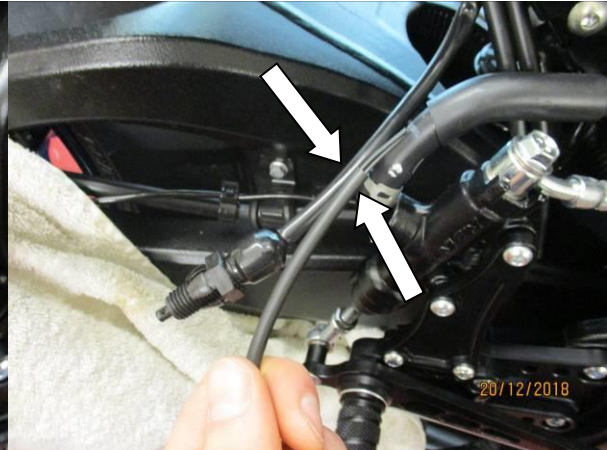

Abbildung 19
- Wir empfehlen, die original Verkabelung zu schneiden und die Kabelverbindungen vom Kit (Artikel 8) zu verwenden, um die Bremslichtschalter mit der original Verkabelung zu verbinden – siehe Abbildung 19. **BITTE DIE ORDNUNGSGEMÄSSE FUNKTION DER BREMSEN / DES BREMSLICHTS ÜBERPRÜFEN, BEVOR SIE MIT DEM MOTORRAD FAHREN.**